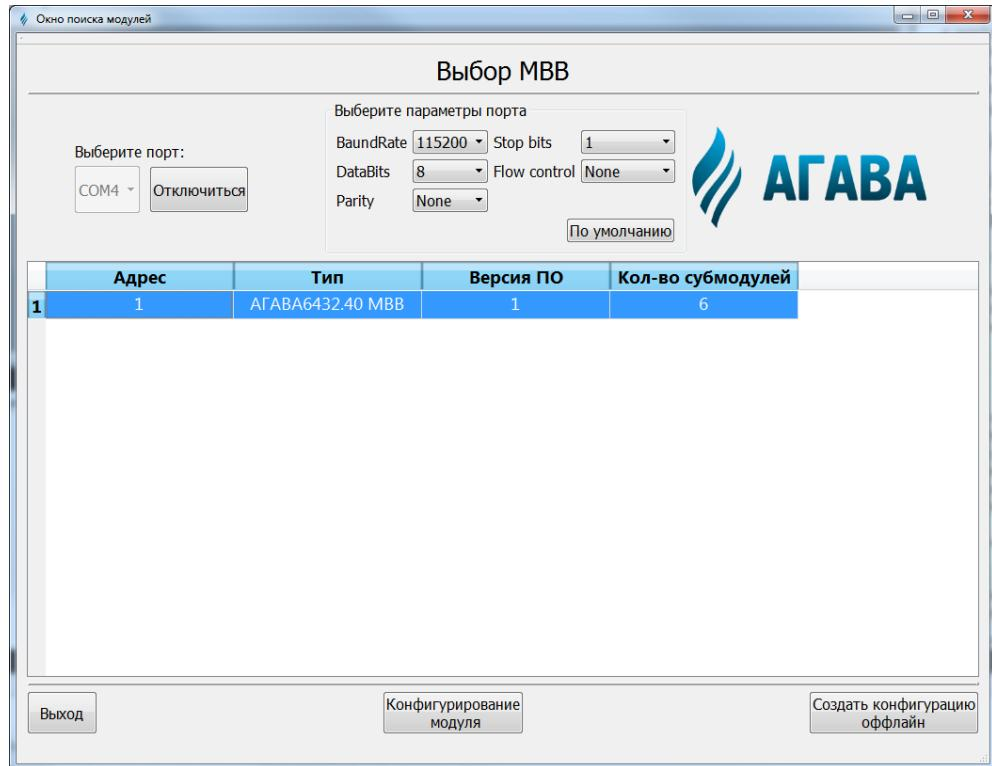

Рисунок 7-1 Подключение утилиты конфигурации к МВВ
- 3) Выбрать порт и нажать кнопку «Подключиться», дождаться пока завершится поиск субмодулей (см. Рисунок 7-1);